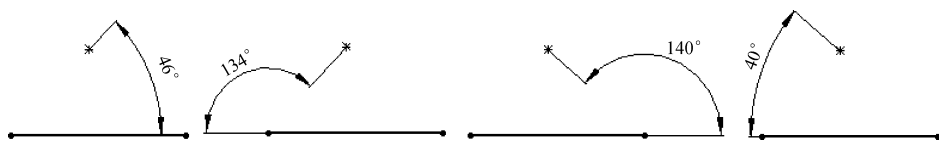

图 2-103 直线与点之间角度的标注形式
- 直线与点之间的夹角：标注直线与点之间的夹角，有顺序差别。选择的顺序是：直线的一个端点→直线的另一个端点→点。一般有 4 种标注形式，如图 2-103 所示。